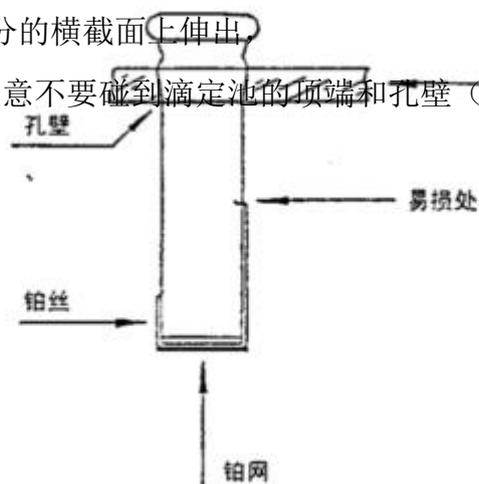

图 9
- 1、 当要拆卸阴极室时，因为铂金丝和铂金网是从阴极室的磨口连接部分的横截面上伸出，所以应注意不要碰到滴定池的顶端和孔壁（如下图 9）。